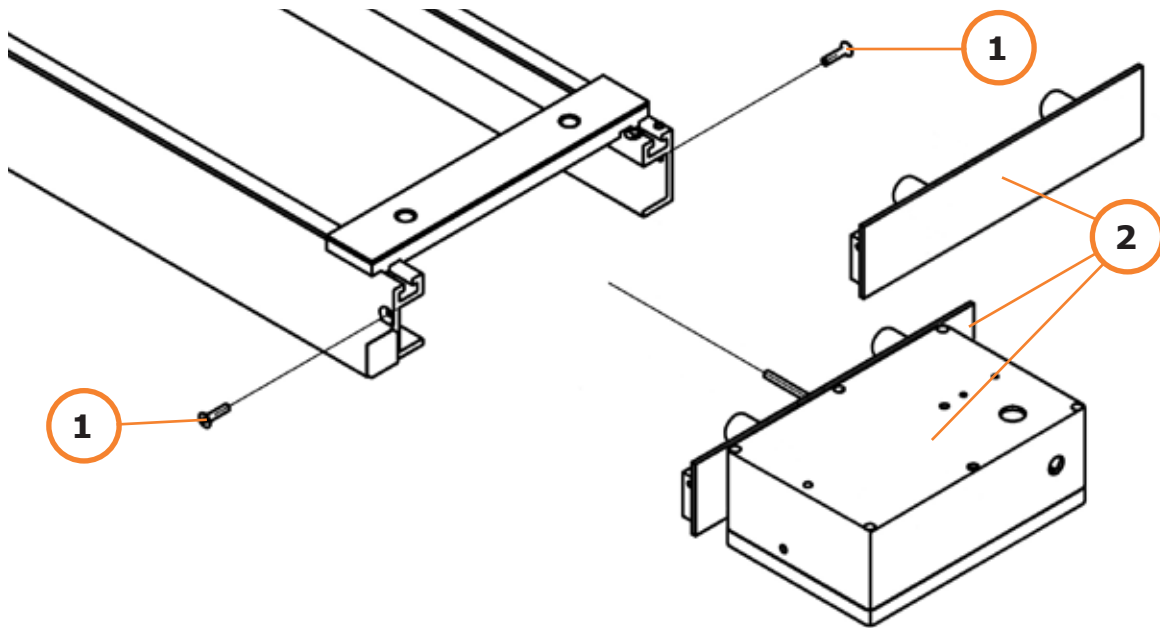

Abb. 4
- 4.2.1 Entfernen Sie den montierten Kabelaufroller oder die Endplatte (2/Abb. 4) von der Deckenschiene, indem Sie die Schrauben lösen (1/Abb. 4), mit denen diese(r) an der Deckenschiene befestigt ist.